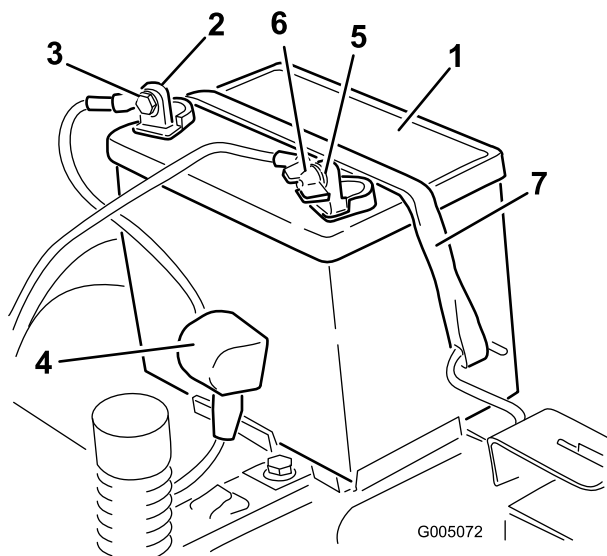

Figure 36
4. Débranchez le câble négatif (noir) de mise à la masse de la borne de la batterie (Figure 36).
6. Débranchez le câble positif (rouge) de la borne de la batterie (Figure 36).
7. Déposez la barrette de maintien de la batterie (Figure 36) et soulevez la batterie de son support.
1. Placez la batterie dans son support (Figure 36).
5. Fixez la batterie en place à l'aide de la barrette de maintien (Figure 36).